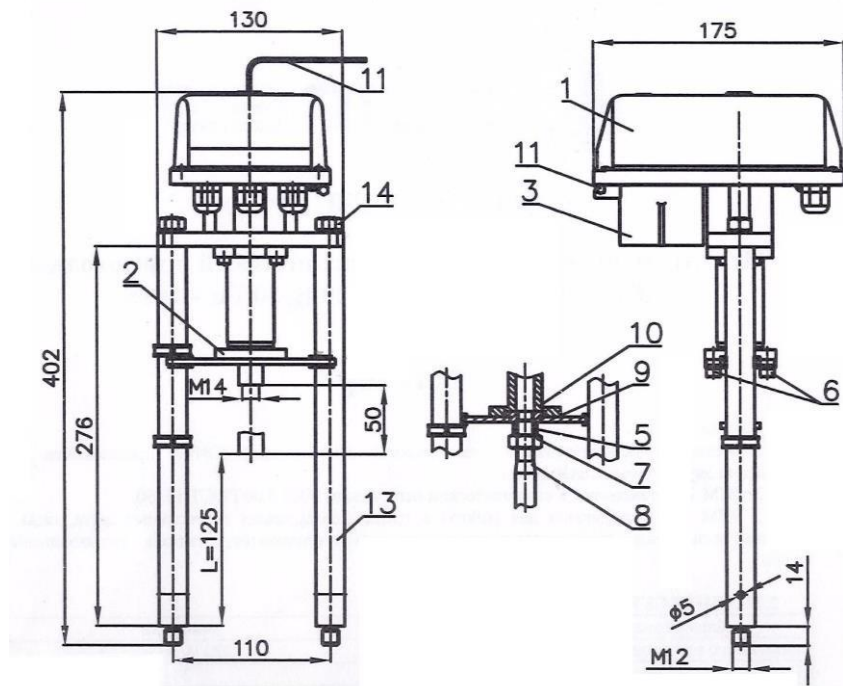

Рисунок 1 МИЭП-1-4000
- электропривод (рис.1 – поз.1);
- винтовая передача (рис.1 – поз.2).
Габаритные размеры, мм	См. рисунок 1